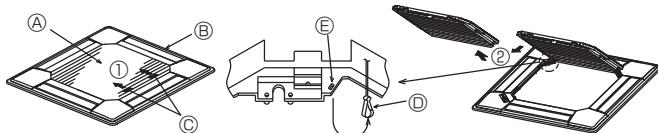
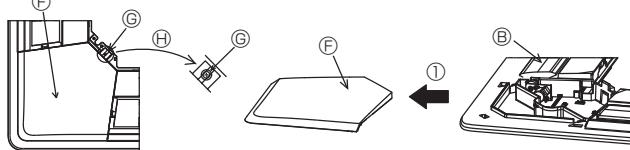

Fig. 5-3
Fig. 5-4
5.2.1. Retrait de la grille d'admission (Fig. 5-3)
- Pour ouvrir la grille d'admission, faire glisser les leviers dans le sens indiqué par la flèche ①.
- Lorsque la grille se trouve en position "ouverte", retirer la charnière de la grille d'admission comme indiqué par la flèche ②.
5.2.2. Retrait du panneau en coin (Fig. 5-4)
- Retirer la vis du coin du panneau en coin. Faire glisser le panneau comme indiqué par la flèche ① pour le déposer.
[Fig. 5-3, 5-4]